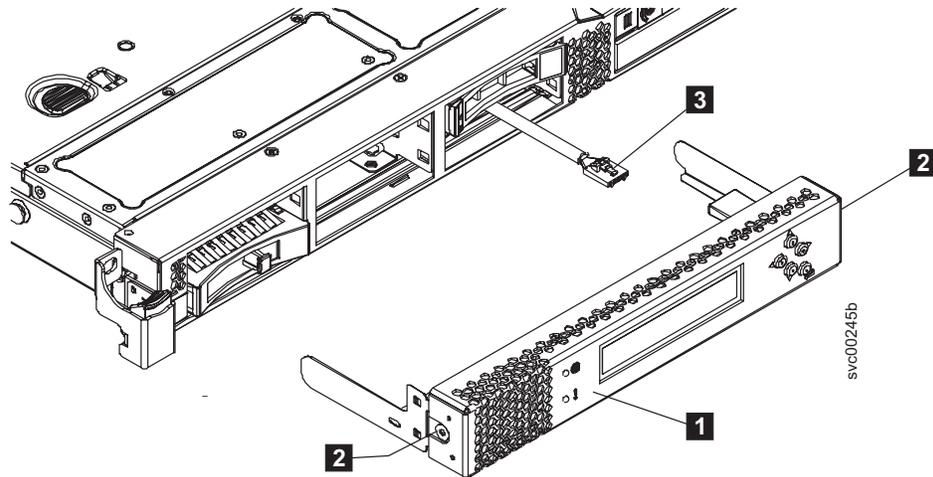

図 87. SAN ボリューム・コントローラー 2145-CF8 サービス・コントローラー
1. サービス・コントローラー（114 ページの図 87 の **1**）が USB ケーブル（**3**）の十分近くにある場合、必要ならケーブルをサービス・コントローラーに接続します。